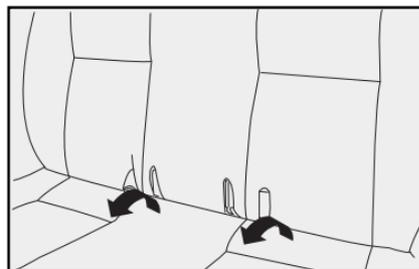

fig. 102
2) Incline el asiento tirando de él hacia delante **flechas-fig. 102**.